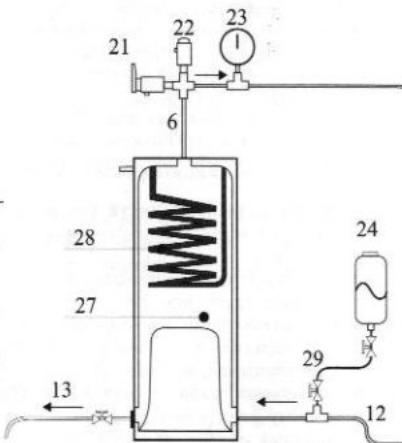

Рис.7
6. Обеспечение безопасности эксплуатации котла с расширительным баком закрытого типа(Рис. 7).